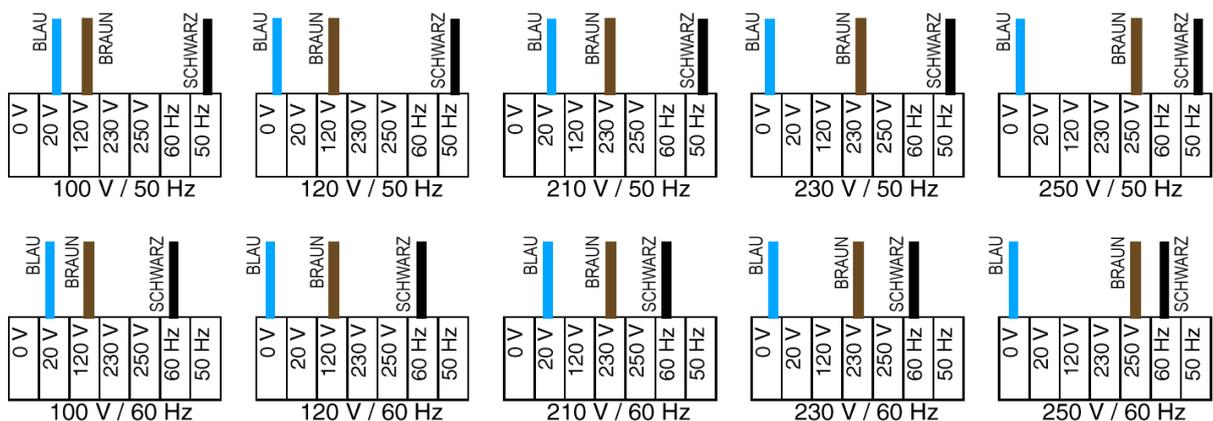

Abb. 9: Netzspannungs- und Frequenzeinstellungen
3. Lokalisieren Sie den 7-poligen Anschlussblock in der Basis des Gerätes. Verbinden Sie die blaue Leitung mit der 0 oder 20 V- Klemme, die braune Leitung mit 120, 230 oder 250 V- Klemme und die schwarze Leitung mit der 50 Hz oder 60 Hz- Klemme, wie in Abb. 9 dargestellt.